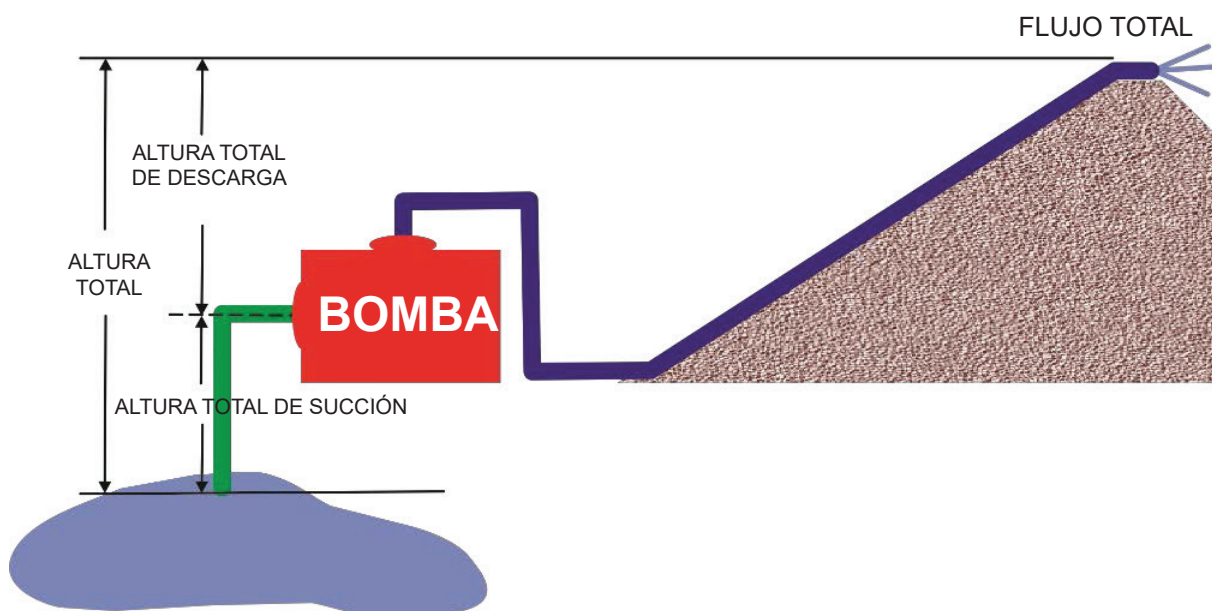

Figura 7. Posición de la bomba
1. Es conveniente colocar la bomba lo más cerca posible de la fuente de agua (Figura 7) en una superficie de operación sólida y horizontal. El factor más fundamental para que las operaciones con bomba tengan éxito consiste en no superar la altura de succión total de 25' (a nivel del mar).